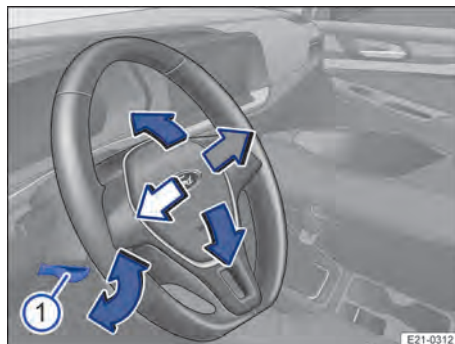

Abb. 58 Unter dem Lenkrad in der Lenksäulenverkleidung: Hebel für die Einstellung der Lenkradposition.
1. Hebel → Abb. 58 ① nach unten drücken.
3. Hebel → Abb. 58 ① fest nach oben drücken, bis er bündig mit der Lenksäulenverkleidung abschließt → ⚠.